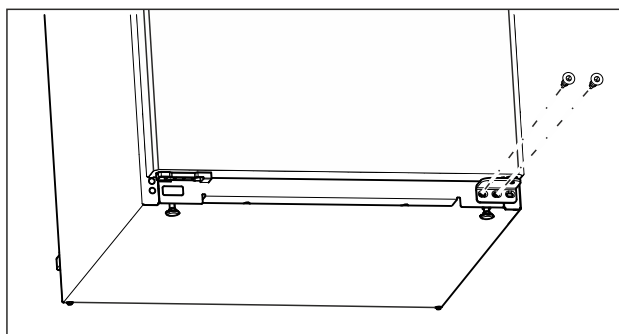

Fig. 7
- ▶ Csavarja ki az alsó csapágybakon a középső csavart Torx 20 csavarhúzóval. (lásd Fig. 7)
- ▶ Csavarja ki az alsó csapágybakon a belső csavart Torx 20 csavarhúzóval. (lásd Fig. 7)